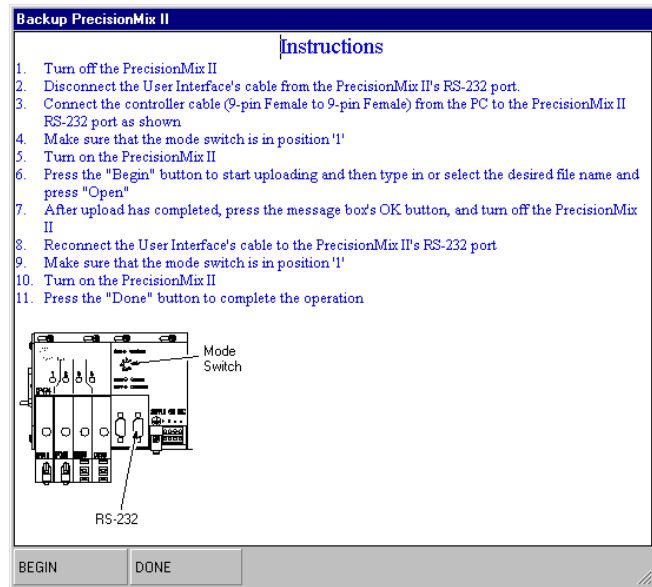

Fig. 13.9
- Para comenzar la copia de seguridad, pulse el botón BEGIN de la ventana de instrucciones. Vea la Fig. 13.9.
- Apriete el botón DONE para cerrar la ventana de instrucciones. Vea la Fig. 13.9.